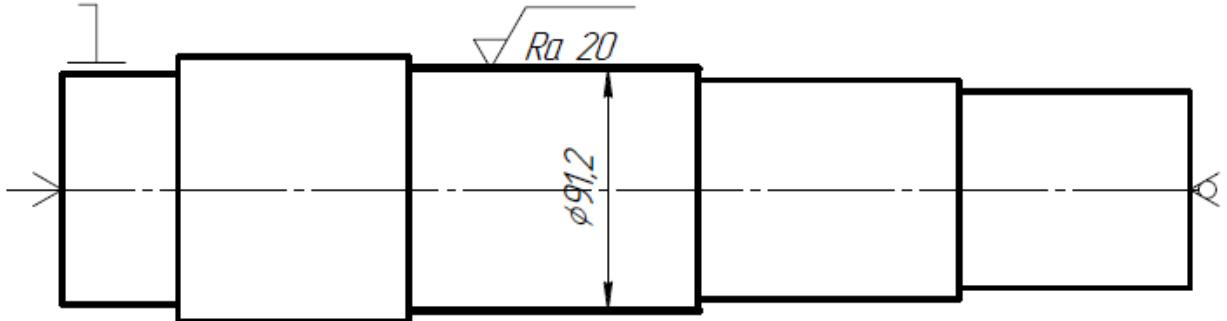

Рисунок 3. Ступенчатый вал
**Пример 4.** Поверхность ступени стального вала длиной 480 мм, изготовляемого из поковки, обрабатывается предварительно на токарном станке до диаметра 91,2 мм (рис. 3).